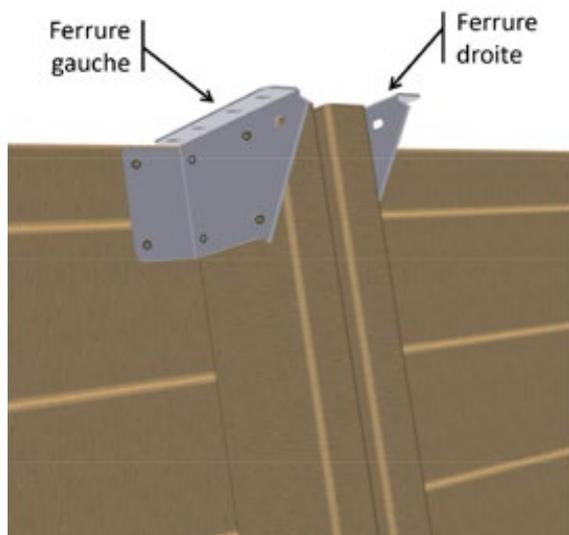

Figure 18 – Mise en place des ferrures en haut des jambes de force
- En haut des jambes de force, mettez en place quatre ferrures « droite » et quatre ferrures « gauche » du kit « éléments de fixation » selon la **Figure 18**. Utilisez 6 vis penture torx 6 × 20 en inox a2 (sachet g) par ferrure, soit un total de 48 vis.